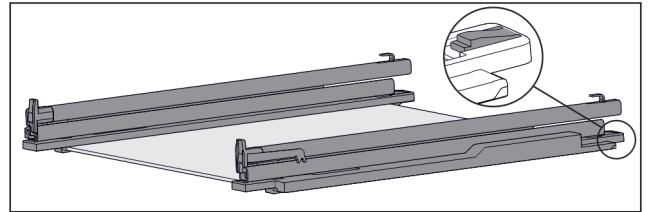

Fig. 133 带轨道和固定件的玻璃隔板
- ▶ 将固定件后部向下压 (参见 Fig. 133)，同时向后推轨道。